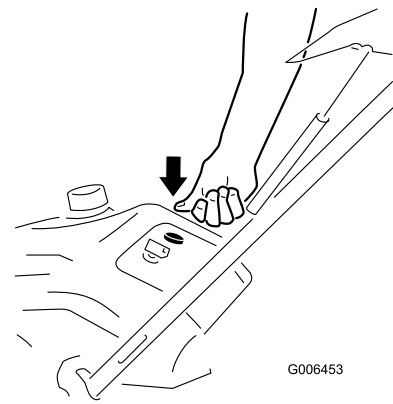

Figura 13
3. Apriete el cebador firmemente con el dedo pulgar según lo indicado en la tabla siguiente, y manténgalo pulsado durante un segundo cada vez antes de soltarlo (Figura 13).